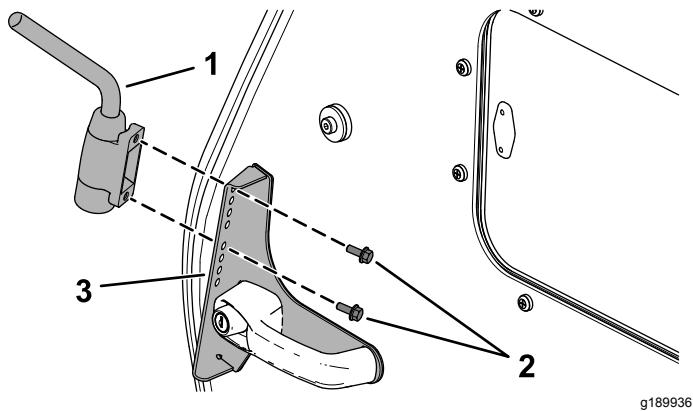

Figura 5
7. Montate il braccio dello specchietto nei fori superiori dello specchio utilizzando le 2 viti a testa flangiata (6 x 16 mm) come mostrato in **Figura 5**.